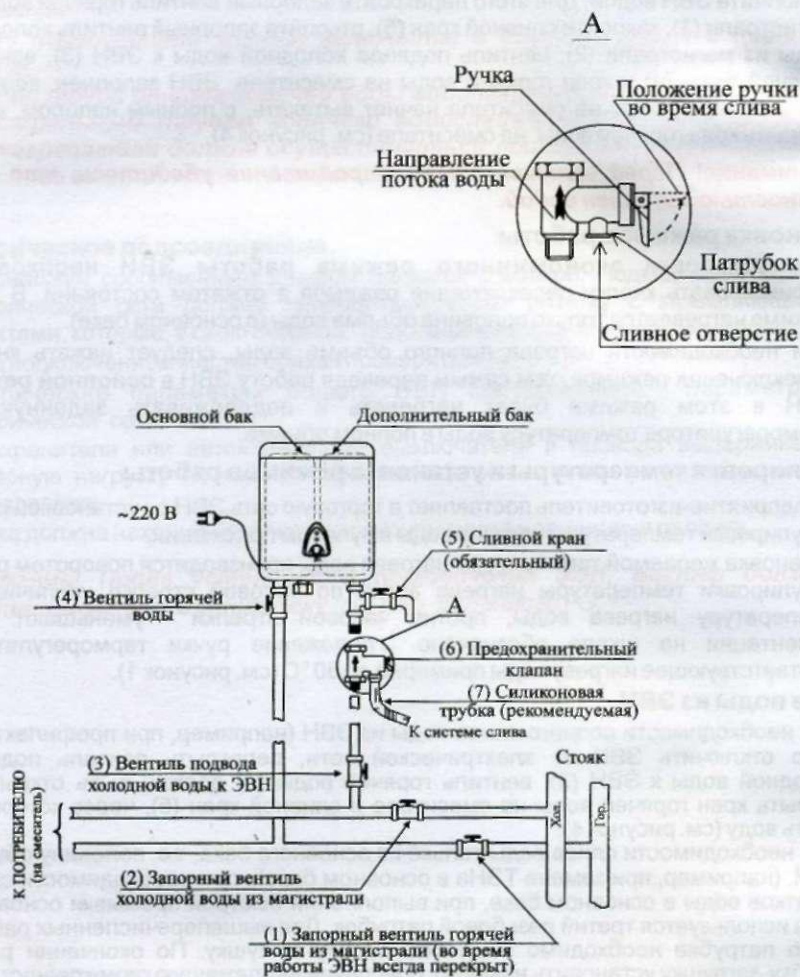

Рисунок 4 - Схема подключения ЭВН к водопроводной сети
- Внутренняя емкость для воды выполнена в виде двух объединенных между собой баков (см. рисунок 4):
- Заполните ЭВН водой. Для этого перекройте запорный вентиль горячей воды из магистрали (1), закройте сливной кран (5), откройте запорный вентиль холодной воды из магистрали (2), вентиль подвода холодной воды к ЭВН (3), вентиль горячей воды (4) и кран горячей воды на смесителе. ЭВН заполнен, когда из крана горячей воды на смесителе начнет вытекать, с полным напором, вода. Закройте кран горячей воды на смесителе (см. рисунок 4).
- При необходимости полного слива воды из ЭВН (например, при профилактике) надо отключить ЭВН от электрической сети, перекрыть вентиль подвода холодной воды к ЭВН (3), вентиль горячей воды (4) должен быть открытым, открыть кран горячей воды на смесителе и сливной кран (5), через который и слить воду (см. рисунок 4).